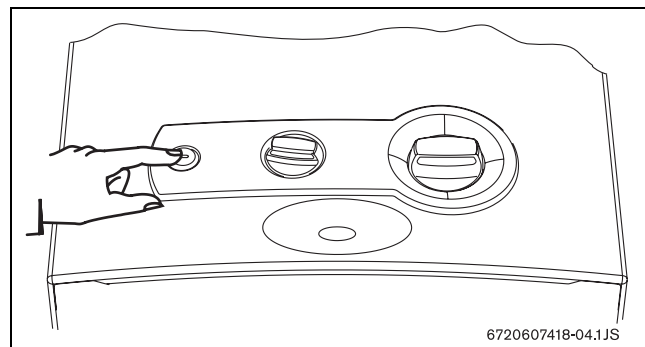

Fig. 6
- Para tal fin, basta conectar el interruptor (Fig. 6).